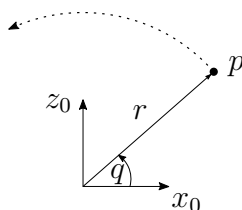

Abbildung 5: Punkt auf Kreisbahn.
- h) Betrachten Sie den Punkt  $p$  in Abbildung 5, der auf einer Kreisbahn mit dem konstanten Radius  $r$  bewegt wird. Berechnen Sie die Beschleunigung des Punktes und markieren Sie die Terme der Zentripetalbeschleunigung. 1.5 P. |